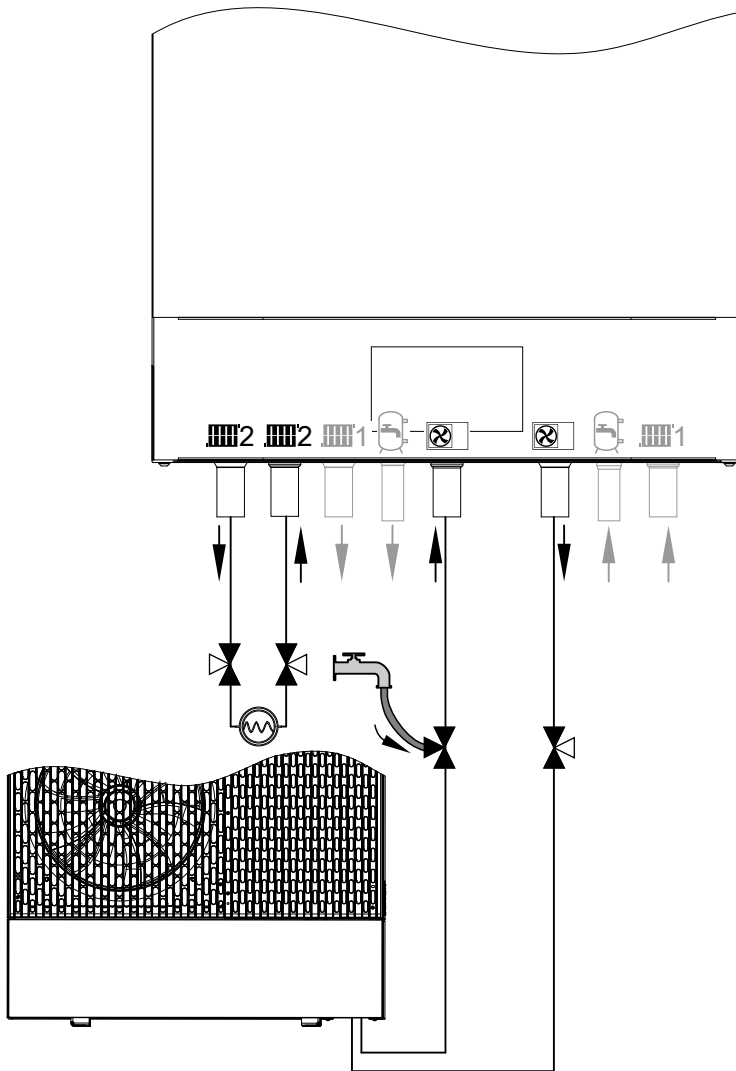

Abb. 67
Über die 3-Wege-Kugelhähne den Durchfluss zu Heiz-/Kühlkreis 2 öffnen: Siehe Abb. 67.
3. 3-Wege-Kugelhahn im Vorlauf Außeneinheit (Heizwassereintritt Inneneinheit) gemäß Abb. 67 öffnen:
4. Durchfluss zwischen Innen- und Außeneinheit über 3-Wege-Kugelhahn im Rücklauf Außeneinheit (Heizwasseraustritt Inneneinheit) öffnen: Siehe Abb. 67.